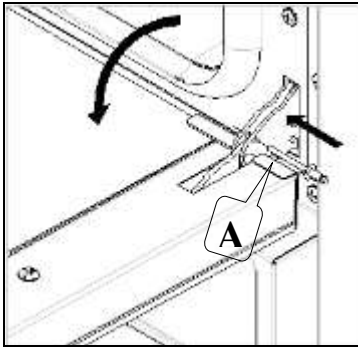

Fig. 5
- ourner complètement la pièce mobile de la charnière « A » (Fig. 5);